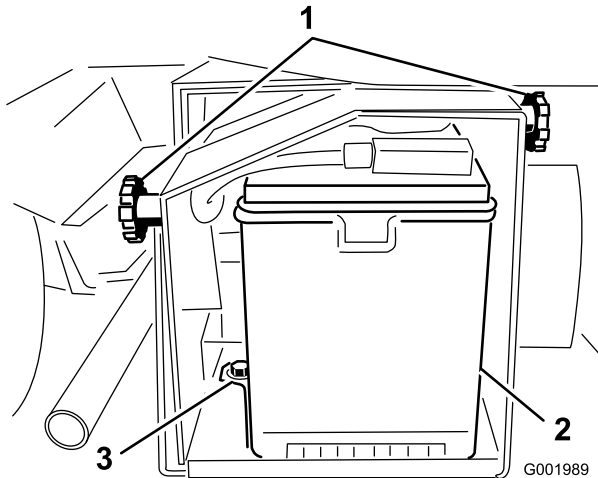

Bild 52
2. Lösen Sie die Handräder an beiden Seiten des Batteriekastens und nehmen Sie die Batterieabdeckung ab (Bild 52).
5. Nehmen Sie die Batteriehalterungen und -befestigungen ab (Bild 52).
2. Setzen Sie die Batteriehalterung auf und befestigen Sie sie mit den drei vorher entfernten Befestigungen (Bild 52).
4. Setzen Sie die Batterieabdeckung auf und befestigen Sie sie mit den zwei Handrädern (Bild 52).
1. Lösen Sie die Handräder an beiden Seiten des Batteriekastens und nehmen Sie die Batterieabdeckung ab (Bild 52).